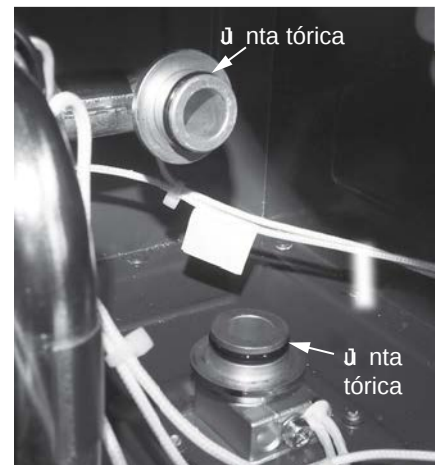

Figura 220 - Ubicación de las juntas tóricas.
19 Ubique las dos (2) juntas tóricas en las conexiones expuestas de la tubería de agua, como se muestra en la Figura 220, retírelas e instale las nuevas juntas tóricas. Deseche las juntas tóricas antiguas adecuadamente. Consulte la Figura 220.